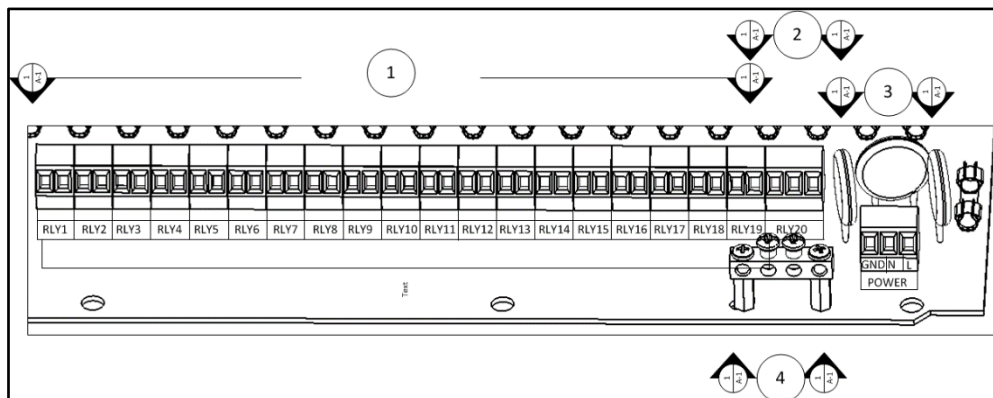

Figura 7: Funções de retransmissão
- Figura 7: Funções de retransmissão, página 95